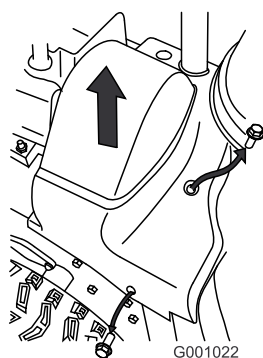

Figure 44
2. Soulevez le côté droit du couvercle de courroie (Figure 44).